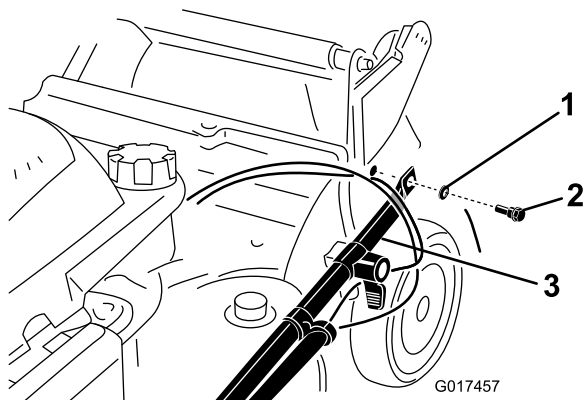

Figura 3
2. Fije los extremos del manillar al alojamiento de la máquina con 2 arandelas y 2 pernos de manillar (Figura 3), **pero no apriete los pernos del manillar.**
**Importante:** Coloque los cables en el *exterior* del manillar (Figura 3).